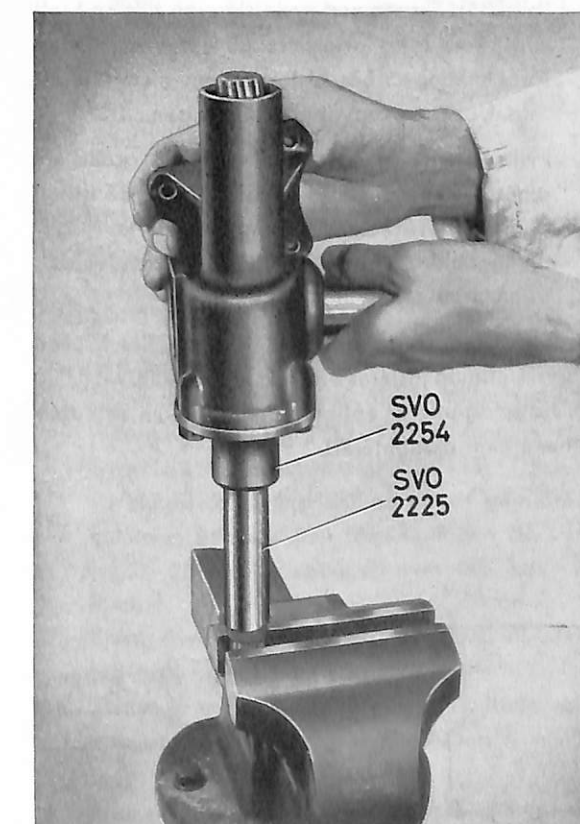

Bild 32. Brotskning av bussningar.
2. Brotscha bussningarna i huset med brotsch SVO 2225. Träd därvid först in brotschen i huset varefter styrningen SVO 2254 skruvas fast och brotschningen kan börja, jämför bild 32. Efter brotschningen rengöres styrsnäckan från metallspån. I locket är bussningen färdigbearbetad.